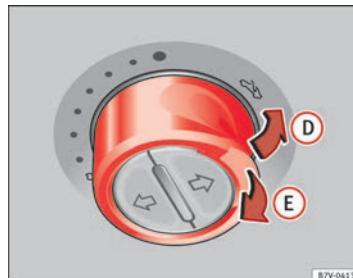

Fig. 58 Nel rivestimento interno del tetto: premere l'interruttore e tirarlo per alzare e chiudere il tettuccio.
⇒ fig. 58
- **Tettuccio panoramico scorrevole:** Per i 5 secondi successivi all'attivazione del limitatore di forza mantenere tirato indietro il comando ⇒ fig. 58 (freccia E) fino a che il tettuccio scorrevole panoramico è completamente chiuso.